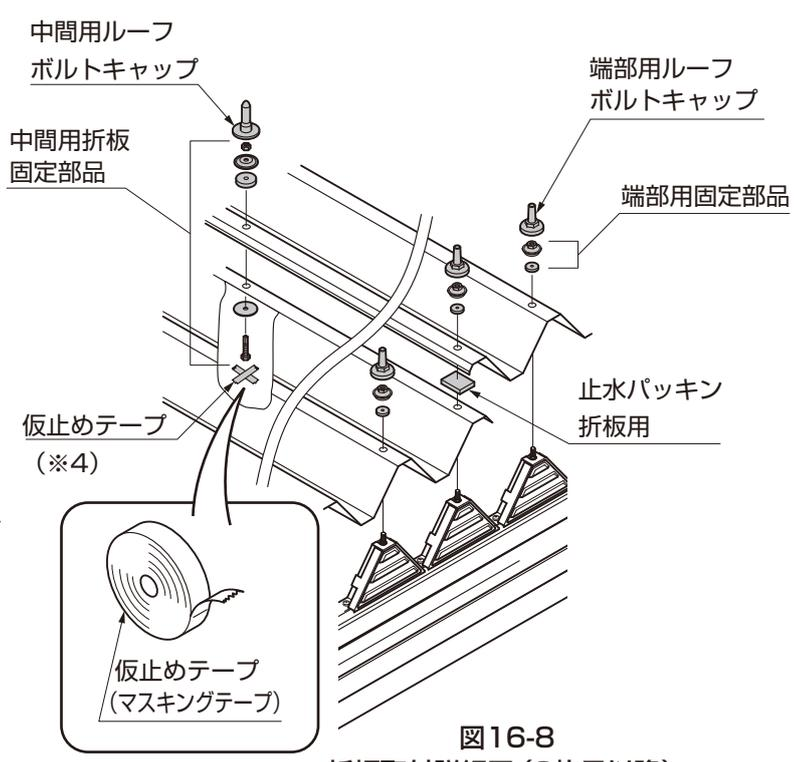
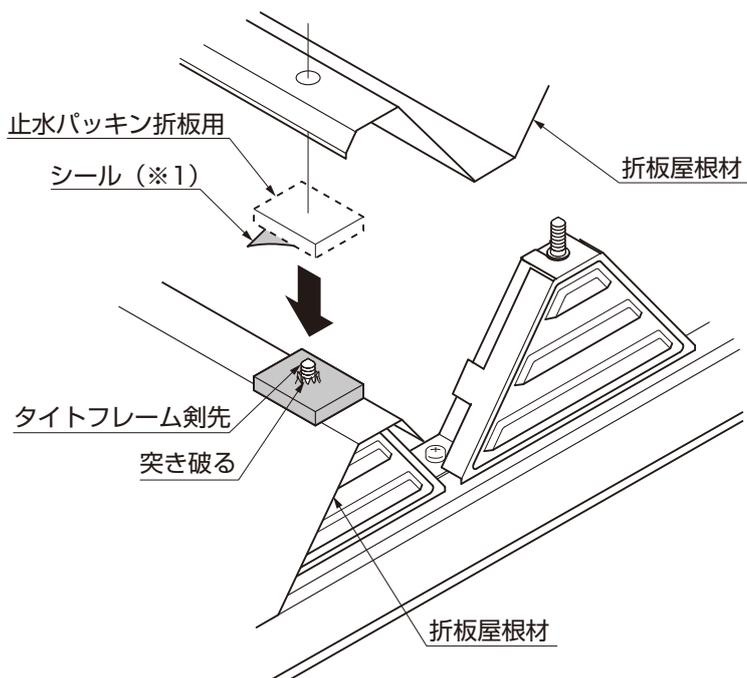
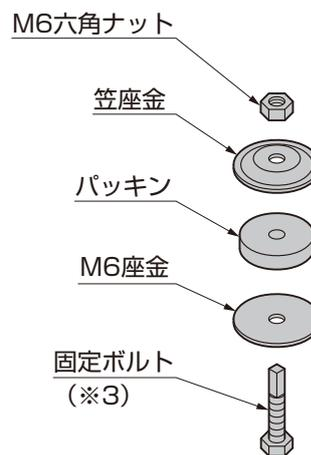

図16-8 折板取付詳細図(2枚目以降)
図16-9
図16-10
- ①止水パッキン折板用の裏板シール(※1)をはがし、正面(シャッター側)の横樋梁用のタイトフレームからでている剣先を突き破って貼付けてください。(図16-7、図16-9参照)
- ③折板屋根材の中間部の穴に合わせて、横樋梁用の中間部に、φ8の穴(※2)をあけてください。
- ④止水パッキン折板用の裏板シール(※1)をはがし、折板屋根材の重ね合わせ部の剣先を突き破って、貼付けてください。その後、2枚目以降の折板屋根材を載せてください。(図16-8、図16-9参照)
- ⑤折板屋根材の両端部を、端部用固定金具で組付けてください。(図16-7、図16-8参照)
- ⑥横樋梁用と折板屋根材の中間部の下から、中間用折板固定部品の固定ボルト(※3)を差込んでください。(図16-8、図16-10参照)
- ⑦中間用折板固定部品の部品すべてを締め付けたのち、仮止めテープをはがしてください。(図16-8参照)
- ①折板屋根材の両端部に片側4ヶ所ずつ、合計8ヶ所φ12の穴(※1)をあけてください(図16-10参照)
- ②折板屋根材と折板屋根材を重ね合わせて、折板屋根材の中央部(※2)(※3)に等間隔で2カ所、φ8の下穴をあけてください。(図16-10参照)